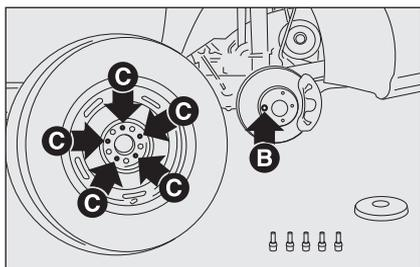

рис. 6
- убедиться, что поверхности соприкосновения запасного колеса со ступицей чистые и лишённые загрязнений, в противном случае это может вызвать ослабление крепежных болтов; Установить запасное колесо, совместив одно из отверстий **С-рис. 6** со стержнем **В**;